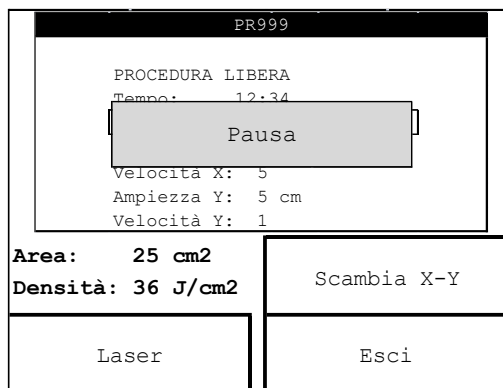

Fig.9
- viene premuto il tasto STOP: il ciclo di emissione viene messo in Pausa (Fig.9):